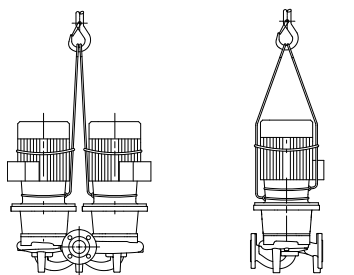

Fig. 7: Fixação da bomba
- Os olhais de transporte no motor só servem para guiar o suporte da carga (fig. 7).